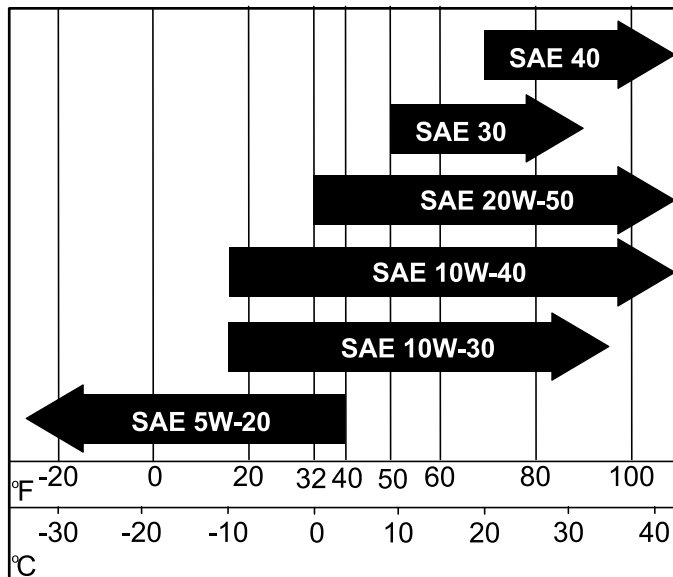

Figura 39
- Drene el aceite del motor (Figura 39).